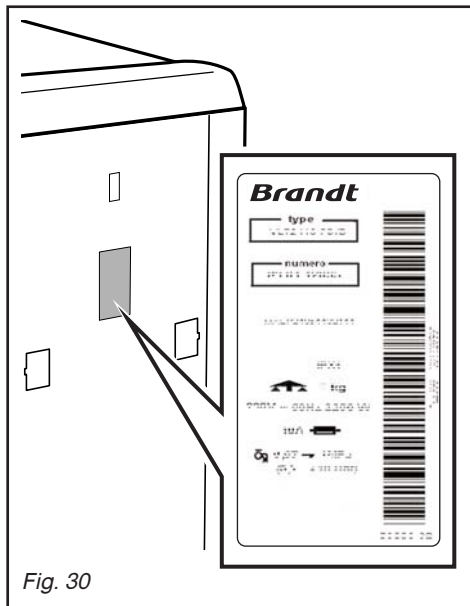

Fig. 30
– Les éventuelles interventions sur votre appareil doivent être effectuées par un professionnel qualifié dépositaire de la marque. Lors de votre appel, mentionnez la référence complète de votre appareil (modèle, type, numéro de série). Ces renseignements figurent sur la plaque signalétique située au dos de votre appareil (voir Fig. 30).